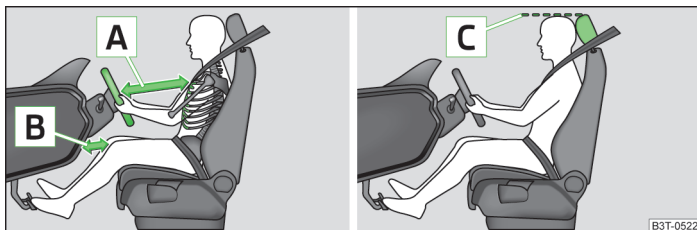

Fig. 152 Poziția corectă a șoferului / reglarea corectă a tetierei șoferului
- Reglați volanul astfel încât distanța dintre volan și torace să fie de cel puțin 25 cm **A** » fig. 152 și distanța dintre picioare și planșa de bord, în zona airbagului pentru genunchi, să fie de minim 10 cm **B**.
- Reglați tetiera astfel încât marginea superioară a tetierei să se afle, pe cât posibil, la aceeași înălțime cu partea superioară a capului dumneavoastră **C** » fig. 152 la pagina 167.